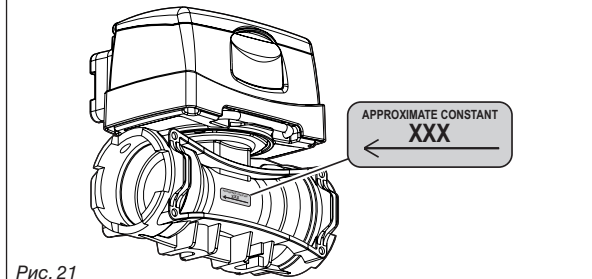

Рис. 21
- С) Нажмите, чтобы сохранить изменение, или D) Нажмите, чтобы выйти со страницы без подтверждения изменения данного. Смотрите этикетку на корпусе расходомера (Рис. 21).